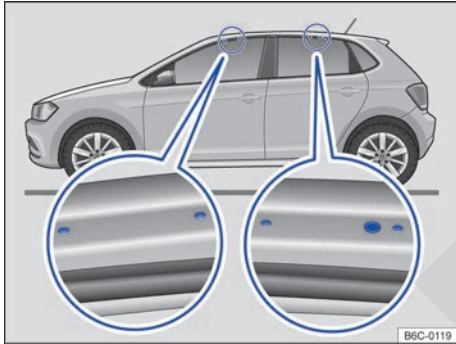

Fig. 117 Puntos de fijación de los soportes básicos del portaequipaje de techo (ambos lados)
Los orificios o marcas de los puntos de fijación de los soportes básicos son visibles con las puertas (delanteras y traseras) del vehículo abiertas y se encuentran a los lados en las vigas del techo → fig. 117 (fragmento ampliado). Los orificios o marcas para fijación detrás se encuentran a en la parte inferior de las vigas del techo → fig. 117 (fragmento ampliado derecho).
- Fije los soportes básicos sólo en las marcas indicadas en la figura → fig. 117.